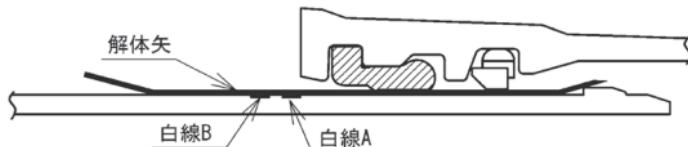
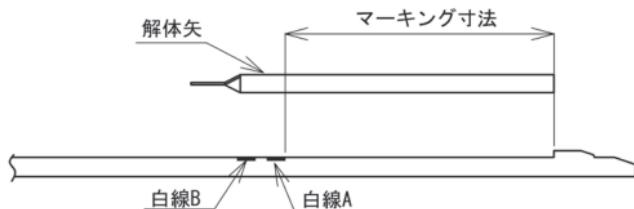

図95 解体矢の插入が異常な状態
図96 解体矢のマーキング位置
- (3) 図95のように①挿入量が足りない状態、②挿入し過ぎた状態では解体できない。解体矢には図96に示すようにマーキングし、マーキングが白線位置と一致するまで解体矢を打ち込み、図94の正常な状態となるようにする。